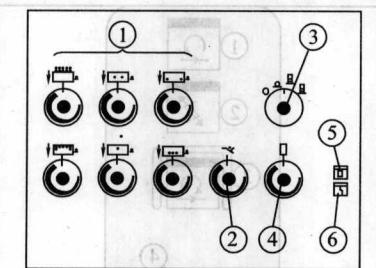

图 1-9 收纸控制台面板
收纸控制台面板如图 1-9 所示，各旋钮的功能与作用如下：①—风扇风速调节旋钮；②—加长收纸吹风旋钮；③—烘干器风量输出旋钮；④—烘干器红外热量输出旋钮；⑤—烘干器开/关；⑥—收纸台或烘干器出现故障显示。